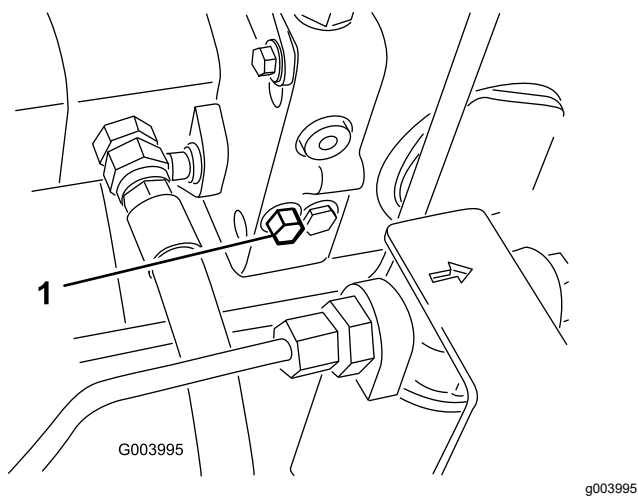

Bild 95
3. Drehen Sie an der Hydraulik-Verdrängerpumpe die Schraube des Sicherheitsventils um 1½ Umdrehungen, um das Ventil zu öffnen und Öl intern abzulenken (Bild 95).